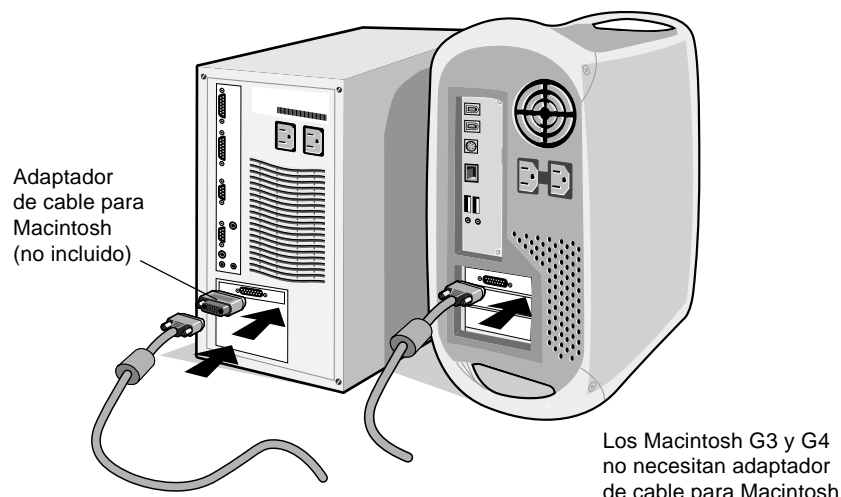

Figura B.1
**Para Mac:** conecte el adaptador de cable para Macintosh LCD1501 al ordenador (**figura B.1**). Conecte el extremo del mini D-SUB de 15 clavijas del cable de señal adecuado al adaptador de cable para Macintosh del LCD1501 (**figura B.1**).